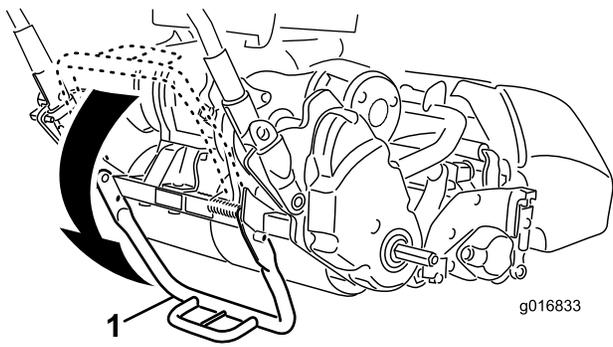

图9
1. 用脚向下踩支撑架的中心然后向上拉动下部手柄支架直到支撑架向前旋转并超过中心图9。